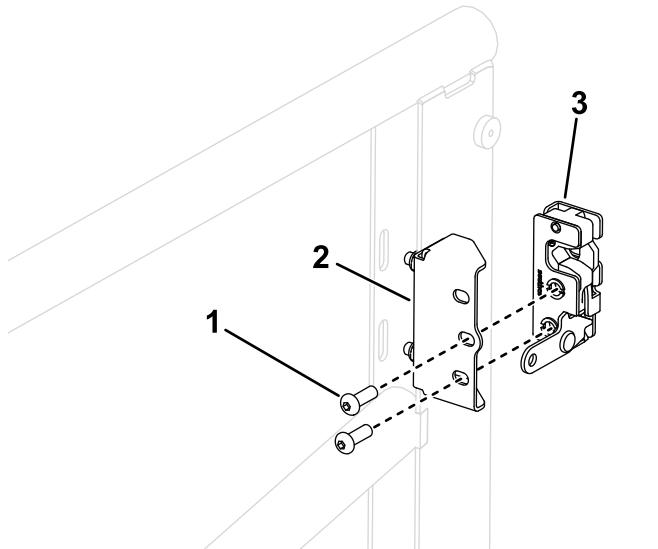

Figura 6
7. Montate il fermo della porta di sinistra sulla staffa di fermo della porta, come mostrato nella Figura 6; serrate i bulloni a esagono incassato a una coppia di 10-12 N·m.